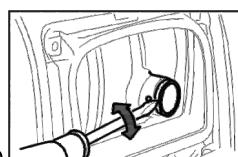

Рис.30
3. Вытащите искрогаситель (6) поддев его отверткой (рис. 30, 31).